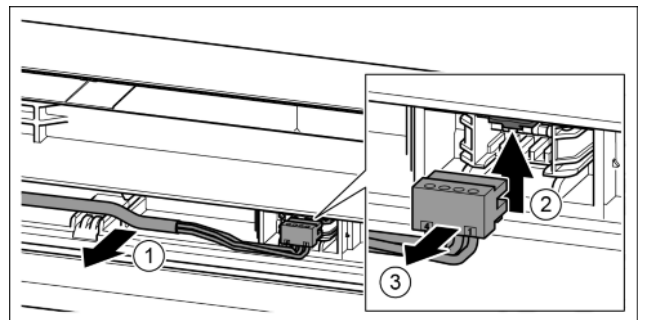

Fig. 19
- ▶ Обережно витягніть сірий кабель з направляючої в дверцятах. *Fig. 19 (1)*
- ▶ Притисніть з'єднувальну накладку вгору. *Fig. 19 (2)*
- ▶ Обережно витягніть штекер. *Fig. 19 (3)*